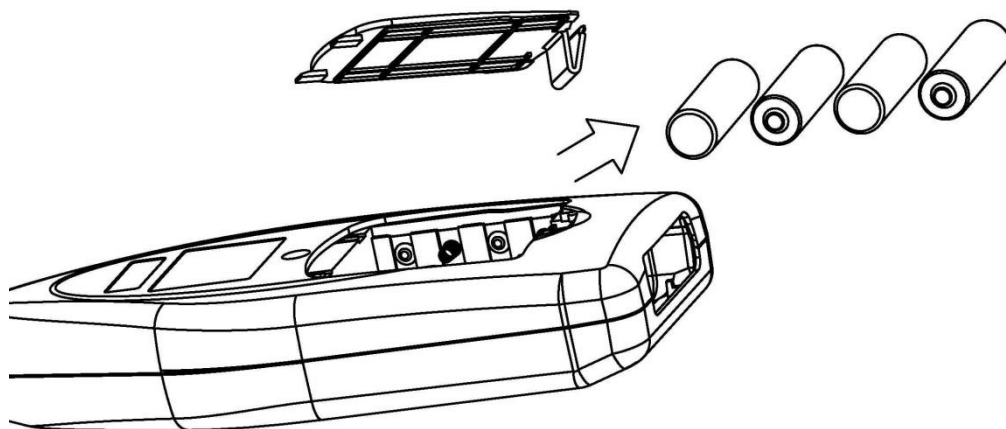

Fig. 55: Substituição das pilhas internas
3. Retirar as pilhas gastas (ver Fig. 55).